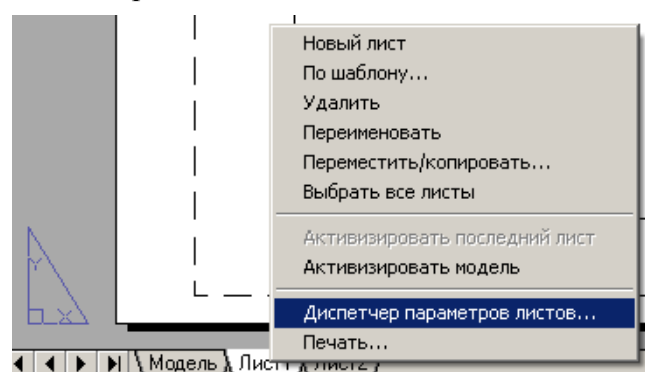
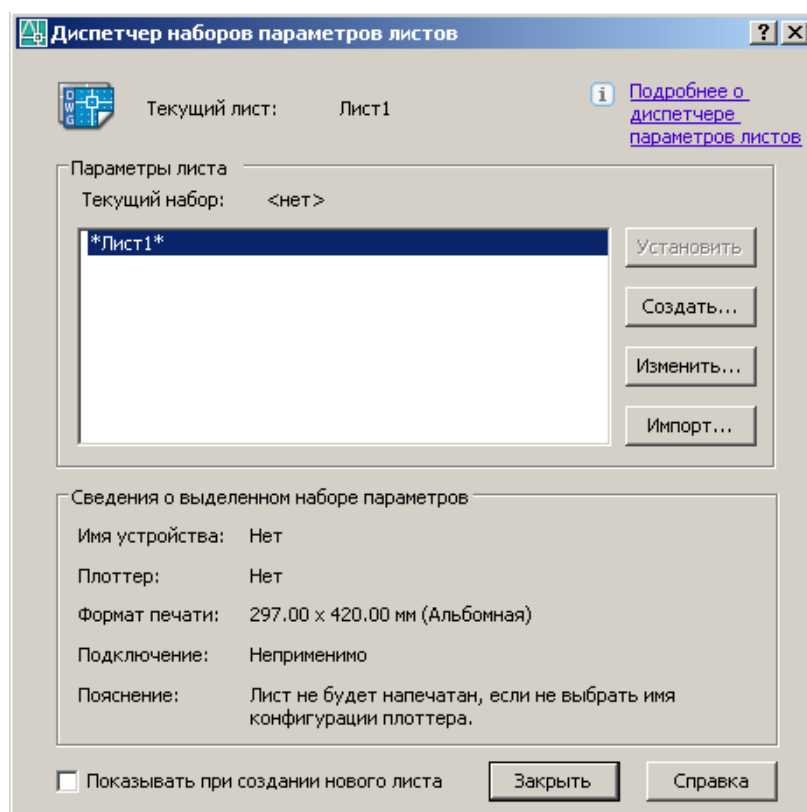

Рис. 3.27. Контекстное меню операций с вкладками
Рис. 3.28. Диалоговое окно Диспетчер наборов параметров листов
Каждый лист настраивается для последующего вывода на плоттер, поэтому в параметрах листа задаются и сохраняются все те же настройки, что и при выводе на печать (устройство, формат, масштаб и т. д.). При необходимости настройки могут быть изменены. Вкладки имеют контекстное меню (рис. 3.27), которое применяется для операций над листами или их настройками.
Пункт **Диспетчер параметров листов** контекстного меню вкладки листа позволяет вызвать диалоговое окно **Диспетчер наборов параметров листов** (рис. 3.28), чтобы посмотреть установки, сделанные для листа, и изменить их, если в этом есть необходимость. В правой части окна размещены четыре кнопки, одна из которых **ИЗМЕНИТЬ** – вызывает диалоговое окно **Параметры листа** для внесения изменений в настройки параметров листа.
2. Перейдите на вкладку **Лист1**. В контекстном меню этой вкладки (см. рис. 3.27) выберите строчку **Диспетчер наборов параметров листов**. В открывшемся окне (см. рис. 3.28) нажмите на кнопку **Изменить** и в окне **Параметры листа** установите формат листа А4 с книжной ориентацией (см. рис. 3.32), нажмите **ОК**. Окно закроется, а формат листа изменится на выбранный.